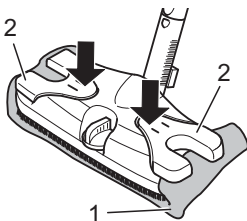

Abb. 6
- **Reinigungstuch (Abb. 6)**
Verwenden Sie das Reinigungstuch in Verbindung mit der Bodendüse zum Reinigen glatter Flächen. Befestigen Sie das Reinigungstuch (Abb. 6/1) mit den Klammern (Abb. 6/2) an der Bodendüse.